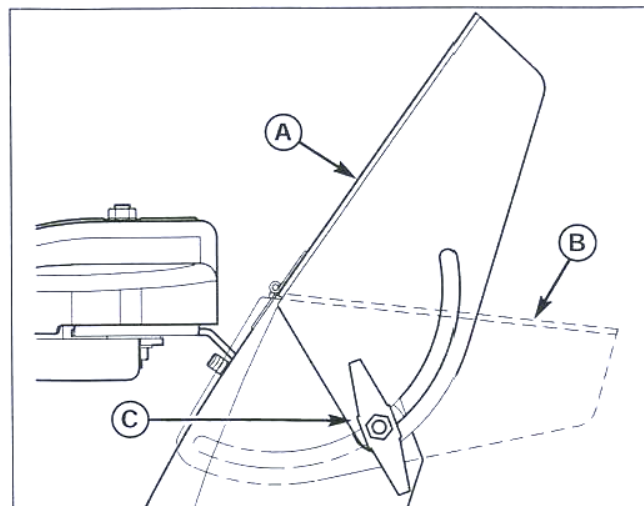

Рис. 9. Регулировка угла наклона дефлектора
1. Поверните рукоятку (С, рис. 9) против часовой стрелки, чтобы ослабить, а затем отрегулировать желаемое положение и затянуть рукоятку регулятора, повернув ее по часовой стрелке, чтобы зафиксировать дефлектор в нужном положении.